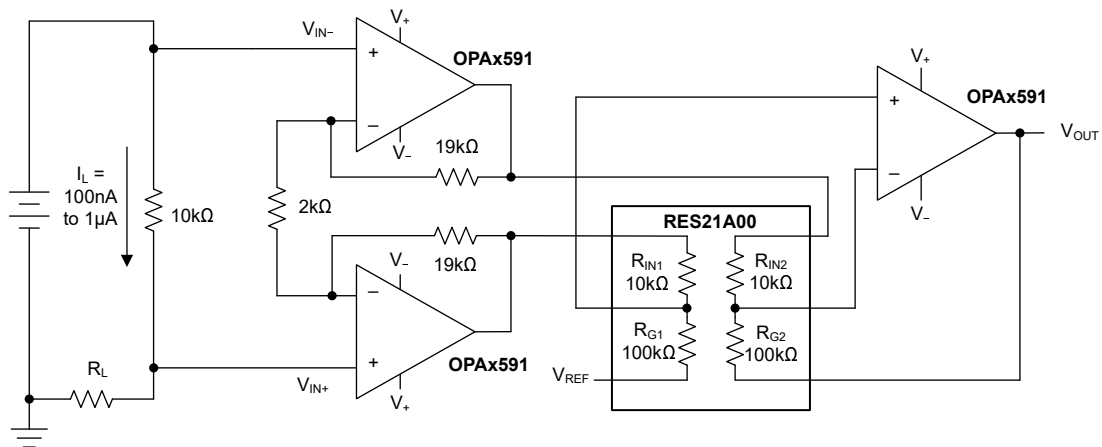
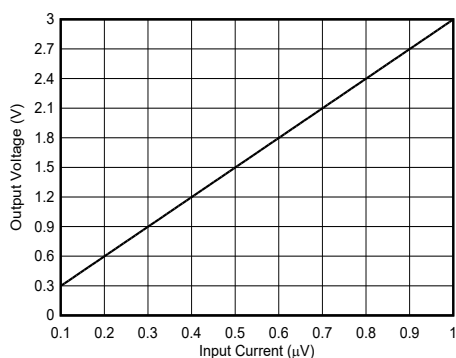
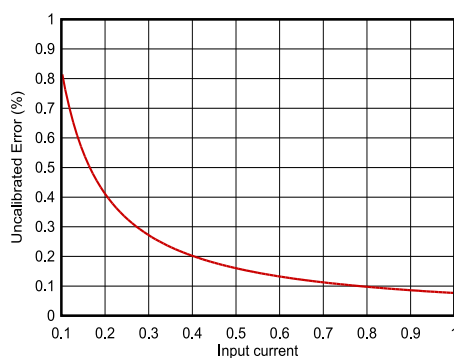

图 7-1. OPAx591 仪表放大器和 RES31A
图 7-4. 输出电压
图 7-5. 输出电压和误差
此应用使用德州仪器 (TI) 的 RES31A 匹配电阻器芯片。与分立式 0.1% 电阻器相比，这些电阻器可提供出色的匹配和温漂。电阻器匹配对于实现高共模抑制和低增益误差至关重要。图 7-1 展示了最终电路。图 7-4、图 7-5 所示为电路结果。请注意，误差是室温下的仿真结果，具有典型的直流误差值和最坏情况下的电阻器匹配值。建议进行室温校准以实现更高精度的测量。